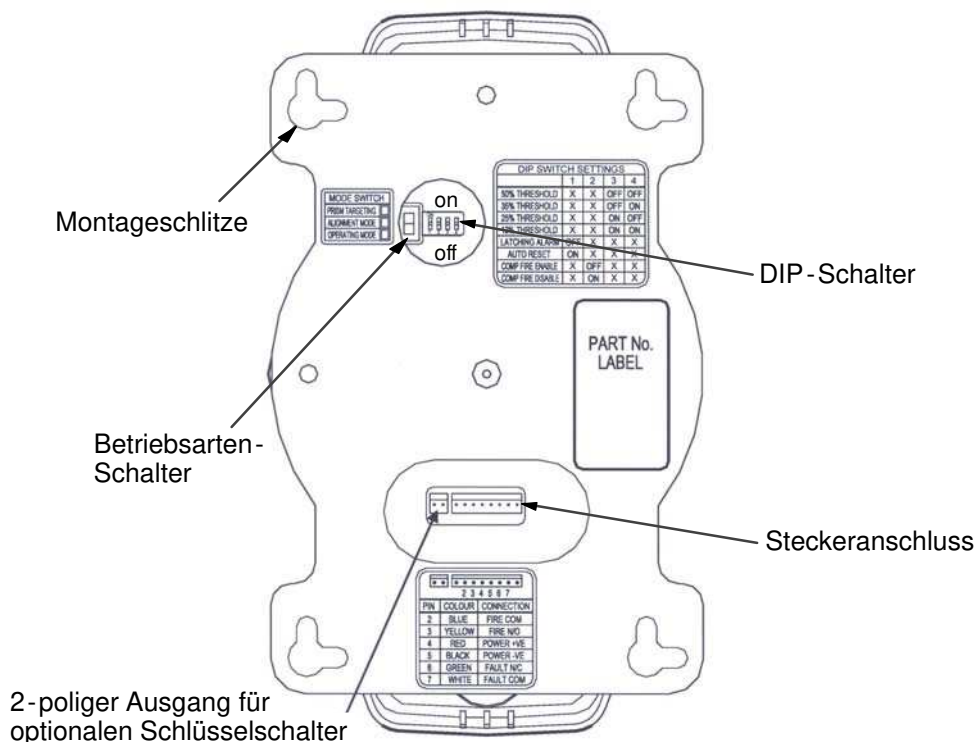

Abb. 3.: Melderrückseite mit Steckeranschluss, Betriebsarten- und DIP-Schalter
- Auf der Melderrückseite befinden sich der Betriebsarten-Schalter, die DIP-Schalter und die Klemmenleiste für den Steckeranschluss (siehe Abb. 3.).
- Die im 90°Winkel ausgeführten Montageschlitze (siehe Abb. 3.) erlauben eine vertikale oder horizontale Montage des Melders.
- Starten Sie den Modus «**Prism Targeting**», indem Sie den Betriebsarten-Schalter (siehe Abb. 3.) nach oben (bei vertikaler Meldermontage) bzw. nach rechts (bei horizontaler Meldermontage) stellen.